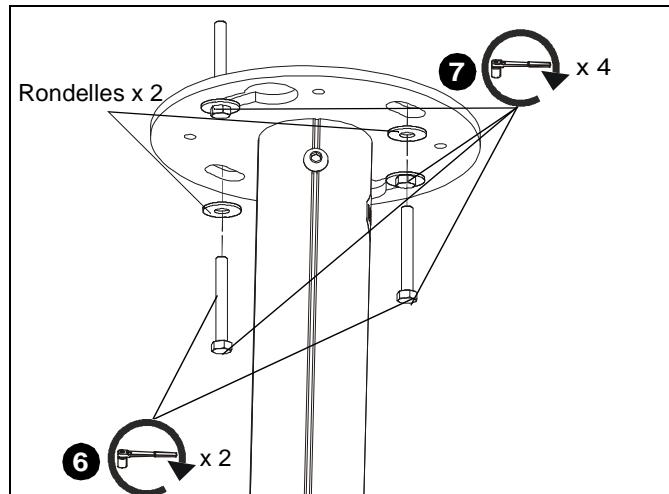

Figure 9
6. Installez les deux boulons 8 mm x 7 mm (5/16" x 2 3/4") (non fournis) à travers deux rondelles plates de 8 mm (5/16") (non fournies) dans des trous situés sur la plaque du plafond (A) et dans le dispositif d'ancrage. (Voir la Figure 9)
7. Serrez les quatre boulons pour fixer la plaque au plafond. (Voir la Figure 9)